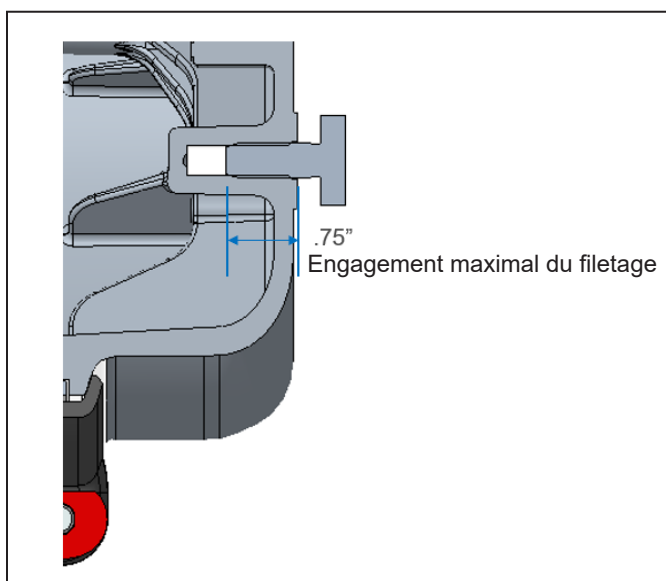

Figure 5 - Engagement maximal du filetage
- N. B. :** L'engagement de filetage maximum pour les boulons de montage est de ,75 po (Voir la figure 5).